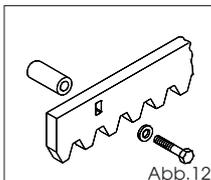

Abb. 12
5.4.2. Zahnstange aus Stahl zum Anschrauben (Abb. 12)